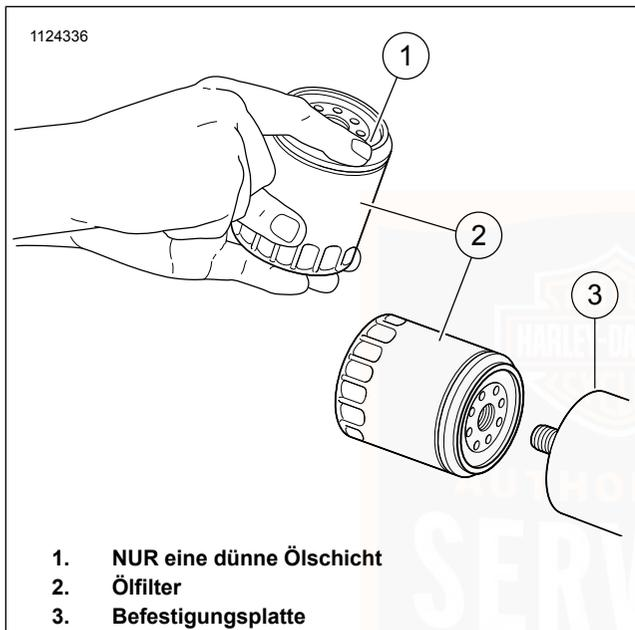

Abbildung 26. Auftragen einer dünnen Ölschicht
Siehe Abbildung 26. Der Ölfilter befindet sich auf der Ölfilterbefestigung vor dem Motor.
4. Siehe Abbildung 26. Eine dünne Schicht Öl auf die Dichtungskontaktoberfläche der Befestigungsplatte, auf die Dichtung und auf den **neuen** Ölfilter auftragen.